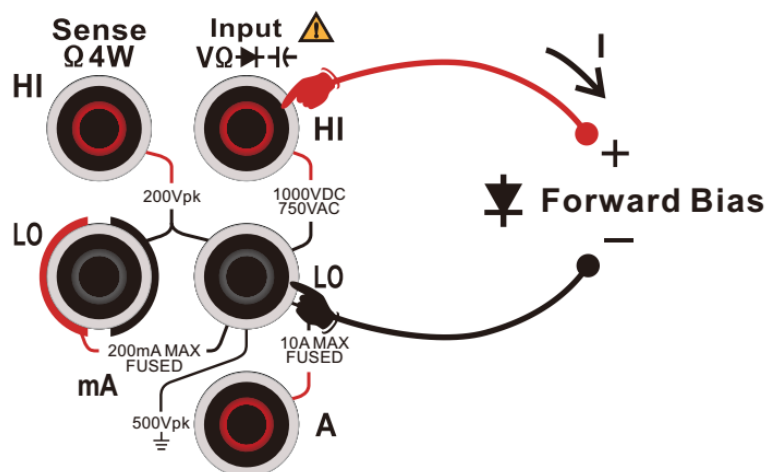

Abbildung 2-33 Messanschluss der Diodenmessung
2. Wie in der Abbildung 2-33 gezeigt, schließen Sie die Messleitungen und den zu prüfender Schaltkreis an, die rote Messleitung an die Klemme "Input-HI" und die schwarze Messleitung an die Klemme "Input-LO".